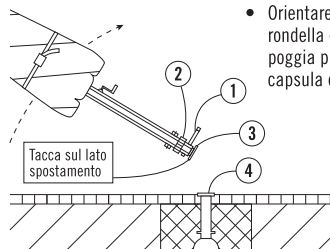

Fig. 3
- Orientare l'ombrellone fino a che la rondella del tubo portante (3) non poggia piatta sulla rondella della capsula da incassare (4) (Fig. 3).